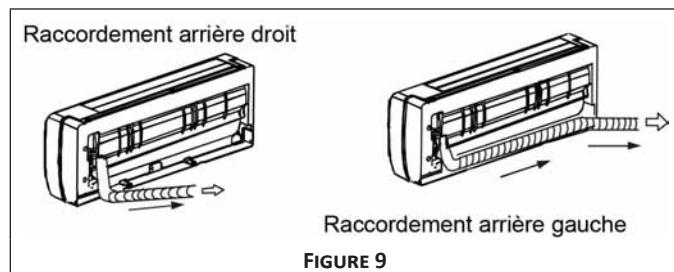

FIGURE 9
8. Pour le raccordement arrière droit et le raccordement arrière gauche, procédez à l'installation tel qu'ilustré sur la Figure 9.